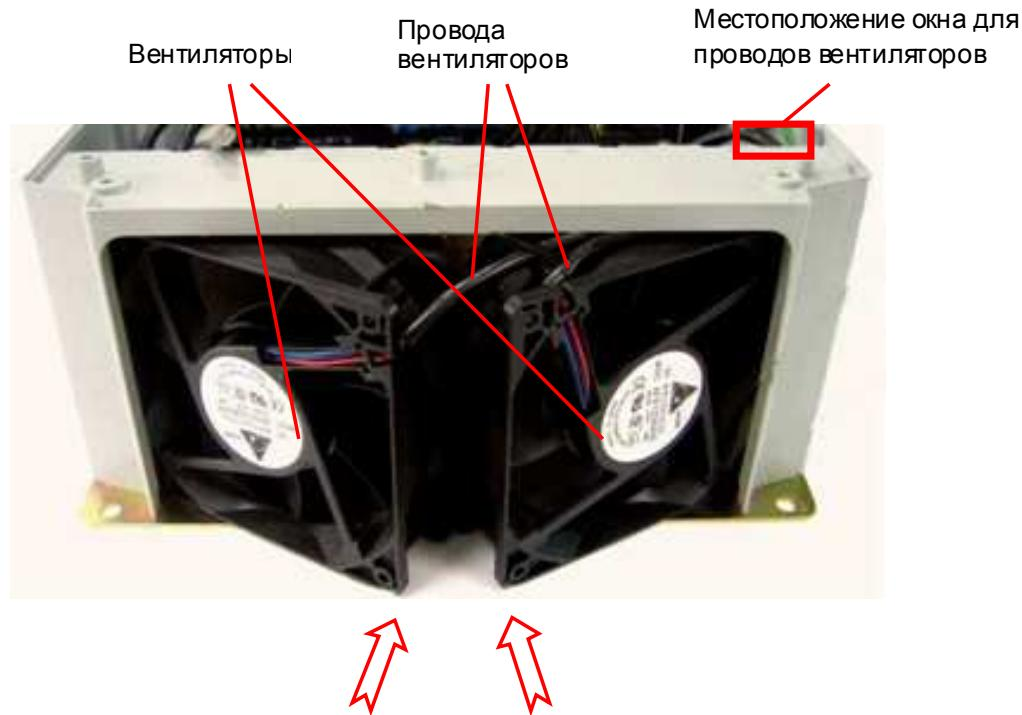

Рис. 7.14
7.8.1. Взять два вентилятора и расположить их как указано на рис. 7.14, предварительно продев провода вентиляторов в окно в средней части корпуса.
7.8.2. Аккуратно надавливая на края вентиляторов в направлении стрелок (рис. 7.14), одновременно вытягивать провода из окна в средней части корпуса до момента окончательной установки вентиляторов.